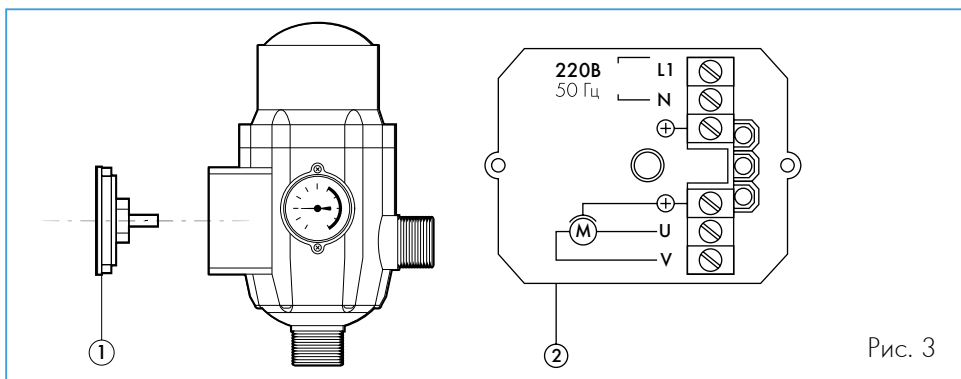

Рис. 3
4.2. Для электрического подсоединения придерживайтесь схемы, приведенной на кожухе монтажной платы или на рис. 3. При использовании блока автоматики с трехфазным или однофазным